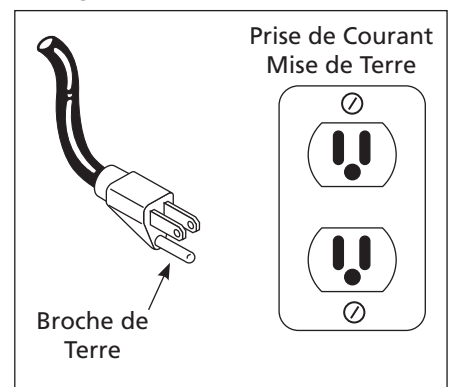

Figure 3 - Méthode de mise à la terre
1. Ce produit est conçu pour l'utilisation d'un circuit de 120 volts et a une fiche de mise à la terre comme celle indiquée sur la Figure 3. Assurer que le modèle est branché à une prise de courant qui a la même configuration que la fiche. Ce produit doit être mis à la terre. Dans l'événement d'un court-circuit, la mise à la terre diminue le risque de secousse électrique en fournissant un fil d'échappement pour le courant électrique. Ce produit est équipé avec un cordon qui a un fil de terre avec une fiiche de terre. La fiche doit être branchée dans une prise de courant qui a été installée et mise à la terre correctement en respectant tous les codes et règlements locaux.